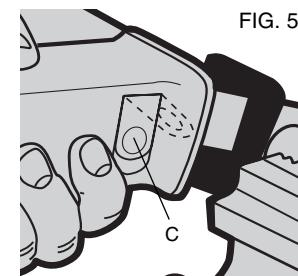

FIG. 5
1. Levante la palanca de liberación de la abrazadera de la hoja (C) (Fig. 5).